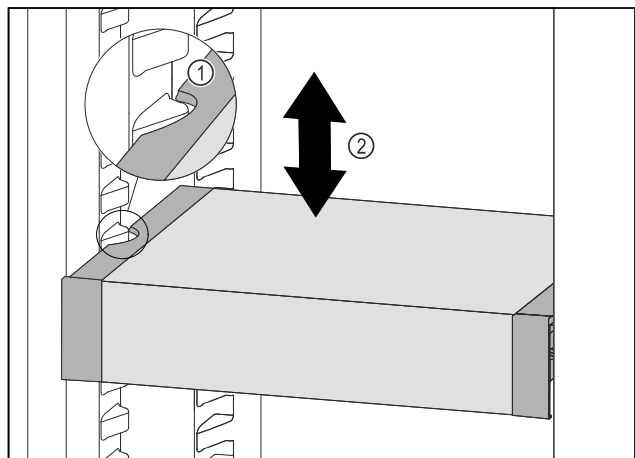

Fig. 175
- VarioSafe nach vorne ziehen, bis sich die seitlichen Aussparungen des VarioSafes auf Höhe der Behälterrippe im Kühlteil befinden. Fig. 175 (1)
- ▶ VarioSafe im Kühlteil nach oben oder unten bewegen, bis gewünschte Höhe erreicht ist. *Fig. 175 (2)*